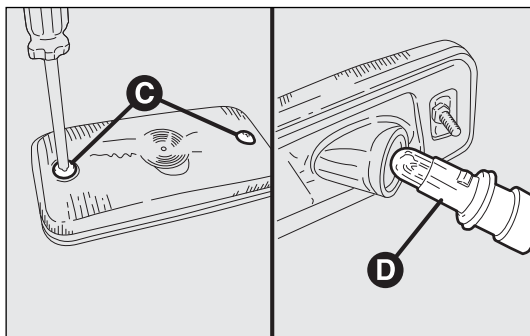

fig. 204
- quitar los dos tornillos de fijación C-fig. 204 y extraer la luz;